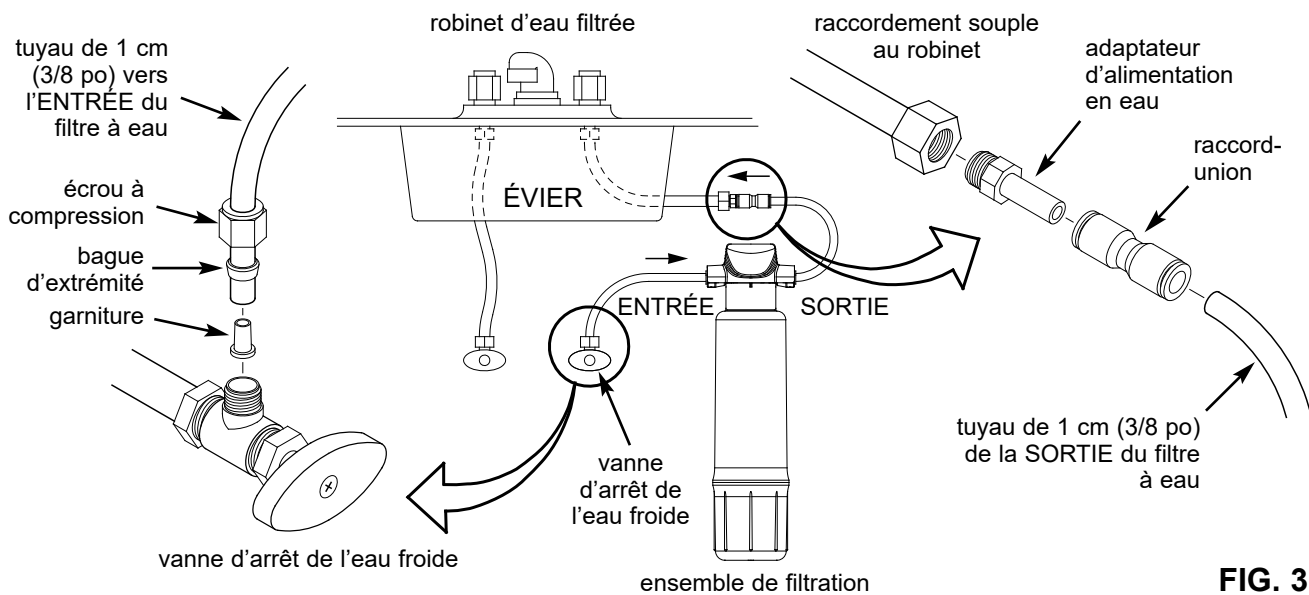

FIG. 3
Consultez et respectez les codes locaux de plomberie pendant la préparation, puis la mise en place des raccords du système de filtration d'eau à la conduite d'alimentation en eau froide sous l'évier. Les raccords - filetage 24 - 9/16 po [14 mm] et tuyaux de 9,5 mm (3/8 po) diam. ext. - sont fournis pour le raccordement de l'entrée et de la sortie du système de filtration d'eau. Des raccords (filetage 9/16-24) et des tubes de 3/8" de diamètre extérieur sont inclus pour fournir des raccordements à l'entrée et à la sortie du système de filtration d'eau. La Figure 3 illustre un branchement type avec les raccords d'alimentation en eau fournis.
3. Prenez les pièces suivantes fournies : tuyau de 1 cm (3/8 po), écrou à compression, bague d'extrémité, garniture (cf. Fig. 3). Assemblez les pièces sur le tuyau, tel qu'illustré dans la Figure 3, puis vissez l'écrou à compression sur la vanne d'arrêt d'eau froide. Serrez l'écrou de manière à assurer l'étanchéité du raccord.
4. Prenez l'adaptateur (fourni) d'alimentation en eau, puis vissez-le sur l'écrou de la conduite détachée à l'étape 2. Voir la Figure 3.
5. Enfoncez la tige de l'adaptateur dans une extrémité du raccord-union fourni (cf. Figure 3). Veillez à enfoncer à fond la tige.